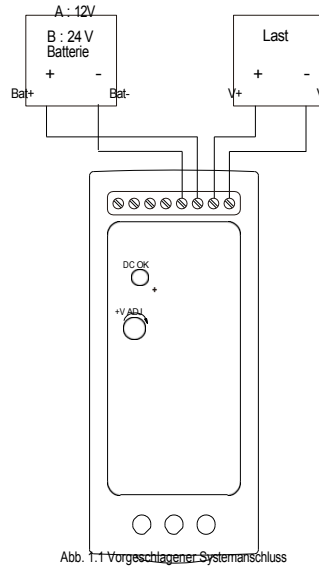

Abb. 1.1: Vorgeschlagener Systemanschluss
(1) Siehe Abb. 1.1 für den empfohlenen Anschluss.